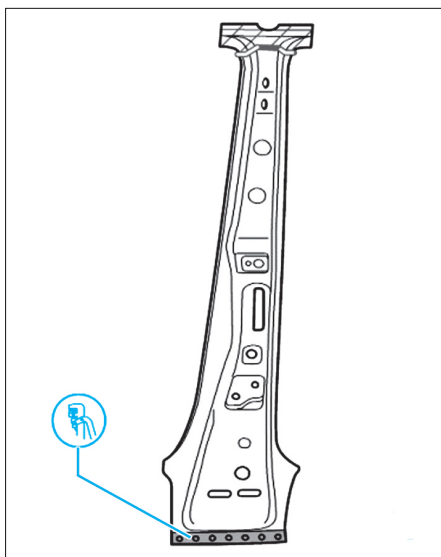

FIG. 56
- Reporter la ligne de coupe et percer le renfort comme illustré (Fig.56).